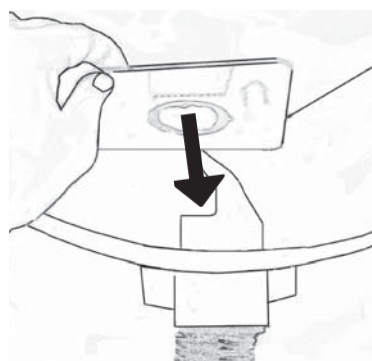

Fig. 23
1. Sett i støvpose slik at spor i pappbrikke passer med opphøyninger på stuss. Vri deretter posen litt slik at opphøyningene holder posen på plass, Fig. 23.